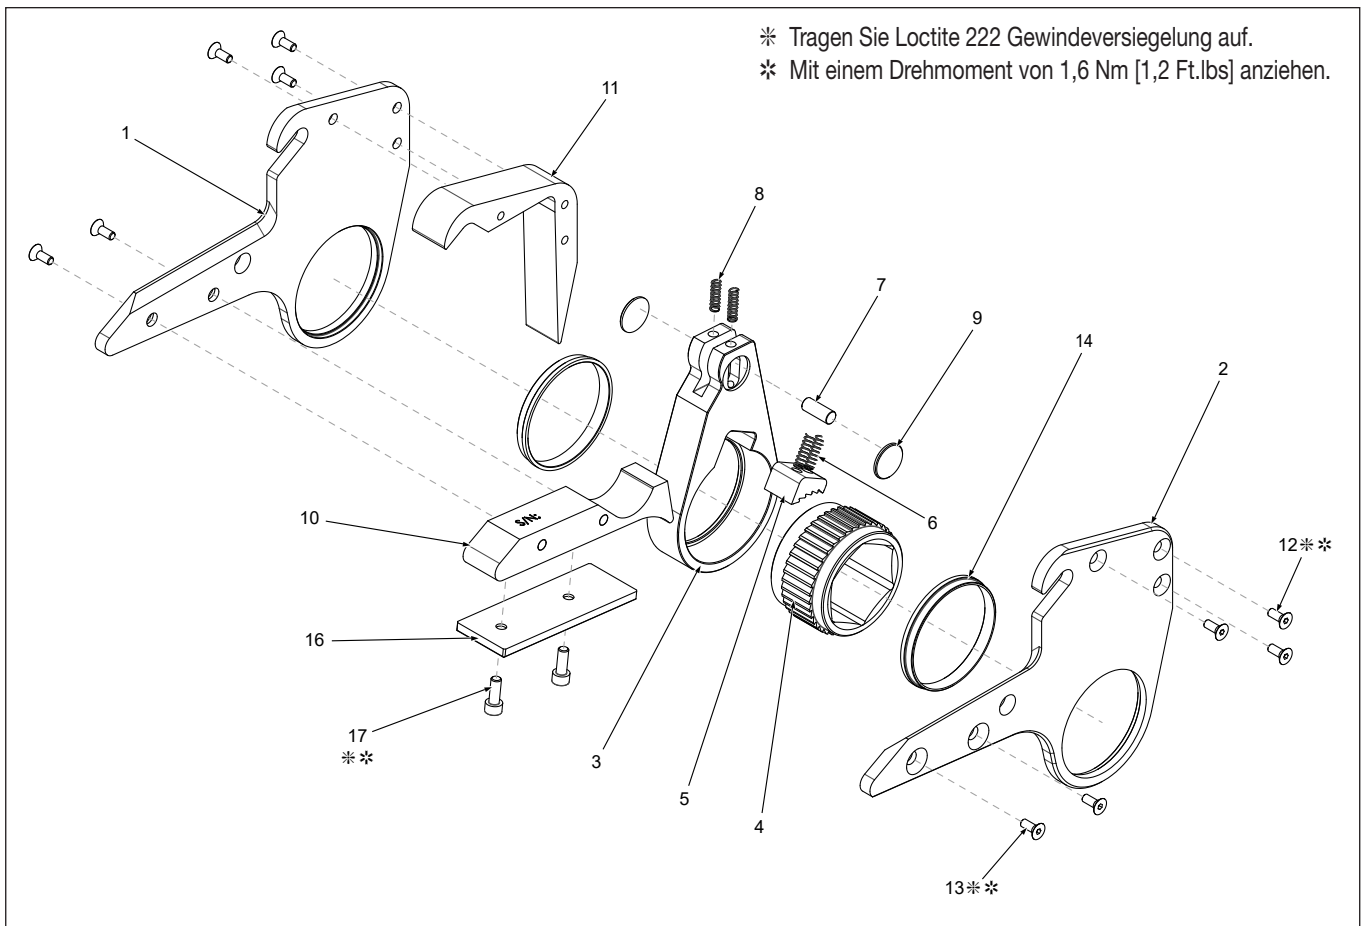

Abbildung 20: Explosionsansicht HMT HLP-Kassette
### 7.3.3 HMT HLP-Kassette - Demontage und Montage (Abb. 20/21)
- Wenn die HLP-Kassette auf der Seite liegt, entfernen Sie die drei vorderen Schrauben des Abstandshalters (12) und die beiden Schrauben des Abstützblocks (13) und anschließend die der Seitenplatte der HLP-Kassette (1 oder 2).
- Entfernen Sie die Ratschenbuchse (14). Die Antriebsscheibe kann nun aus der Kassette entfernt werden. Entfernen Sie vorsichtig die beiden Druckfedern (8) von der Antriebsscheibe und legen Sie diese beiseite.
- Entfernen Sie die Ratsche (4), die Klinke (5) und die Federn der Klinke (6).
- Lösen Sie die beiden Halter des Antriebsstifts (9) und ziehen Sie den Antriebsstift (7) aus der Antriebsscheibe (3) heraus.
- Entfernen Sie an der Halteplatte die drei vorderen Schrauben des Abstandshalters (12) und die beiden Schrauben des Abstützblocks (13). Entfernen Sie den vorderen Abstandshalter (11) und den Abstützblock (10) von der verbleibenden Seitenplatte der HLP-Kassette (1 oder 2).
- Demontieren Sie den Abstützblock, indem Sie die beiden Inbusschrauben (17) entfernen, und entfernen Sie die Verschleißplatte (16) vom Abstandshalter des Abstützblocks (10).
- Trocknen Sie alle Komponenten. Tragen Sie eine dünne Schicht Molybdändisulfid-Fett auf, wie in Abbildung 20 dargestellt.